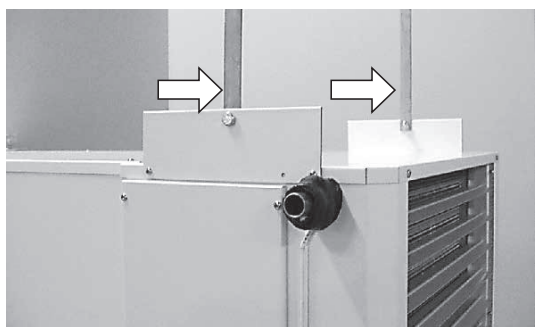

Bild 5
5. Bei schwacher Wandkonstruktion oder schlechten Befestigungsmöglichkeiten sind die Deckenlenker am Lufterhitzer gemäß den Pfeilen auf Bild 5 anzubringen, um die Wand zu entlasten. Deckenlenker werden mit Klebstreifen an der Innenseite der Filteröffnung befestigt geliefert.